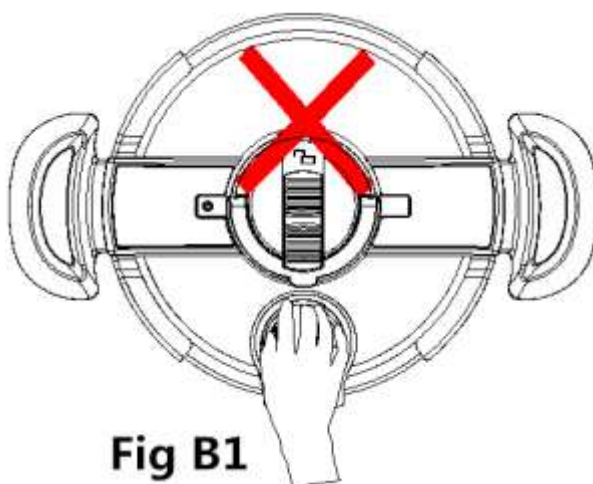
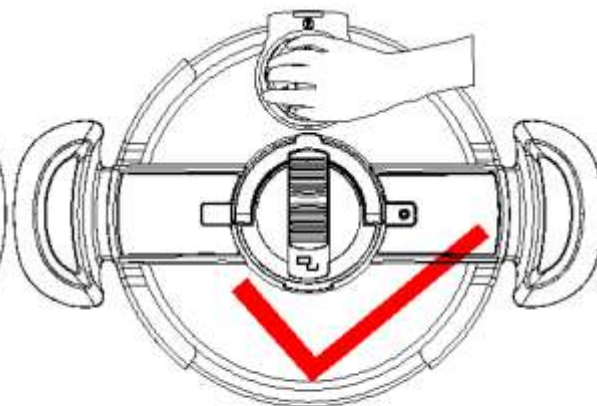

Fig B1
Fig B2
- Użytkownik nie powinien dotykać ani kierować się w stronę otworu wylotowego podczas uwalniania pary ani przy regulacji zaworu. Wydobywające się powietrze jest gorące (Nieprawidłowo: Rys. B1, Prawidłowo: Rys. B2).